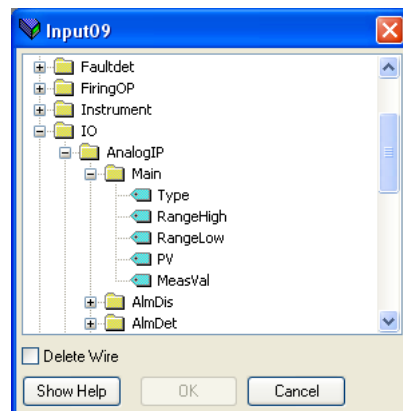

Figura 141 Finestra del browser
1. Fare doppio clic sulla successiva posizione disponibile nella tabella di dati di ingresso o di uscita e selezionare la variabile da assegnare. In una finestra pop up (Figura 141) compare un browser da cui è possibile aprire un elenco di parametri.